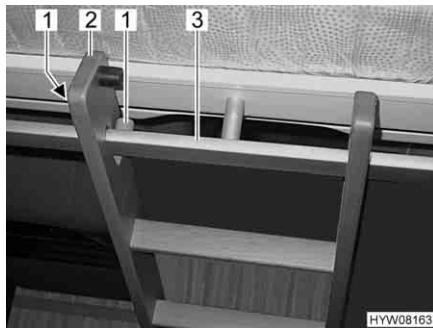

Fig. 88 Scaletta di accesso
*Agganciare:* ■ Agganciare la scaletta di accesso (Fig. 88,2) con le due staffe nella barra di presa (Fig. 88,3) al letto basculante. Durante l'agganciamento fare attenzione che i longheroni della scala vengano posizionati attraverso i due dispositivi di fissaggio (Fig. 88,1). Questo serve a impedire che la scaletta di accesso scivoli di lato.
*Stivamento:* ■ Staccare la scaletta di accesso (Fig. 88,2) dalla barra di presa (Fig. 88,3) nel letto basculante.